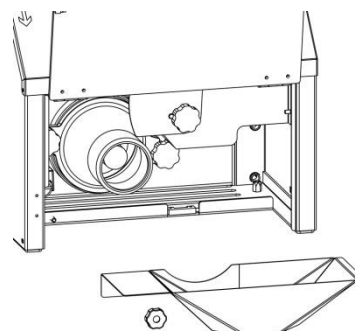

Fig. 17
- Montare il carrello facendo attenzione alla posizione delle due gambe con inserti (fig. 17, n°1).